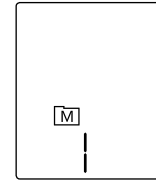

Bild 2
- Nun wird der zuletzt gemessenen Messwert Nr. 1 angezeigt (Bild 2). Der Messwert wird abwechselnd mit Jahreszahl (Bild 3), Monat/Tag (Bild 4) und Uhrzeit (Bild 5) im Display angezeigt.